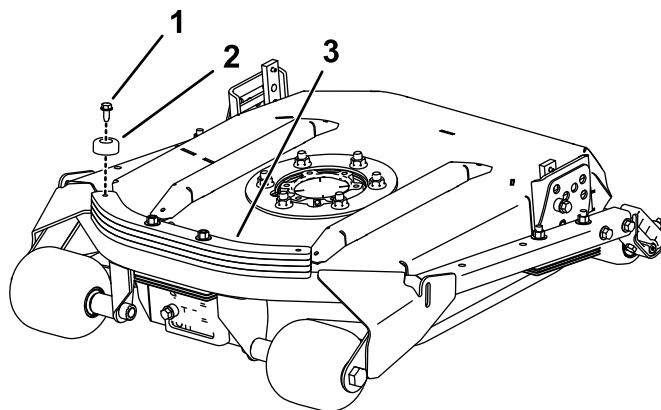

Figura 3
- 3. Instale el tope de goma en el lateral de la placa de lastre más próxima al centro de la máquina con el tornillo autorroscante (Figura 3).